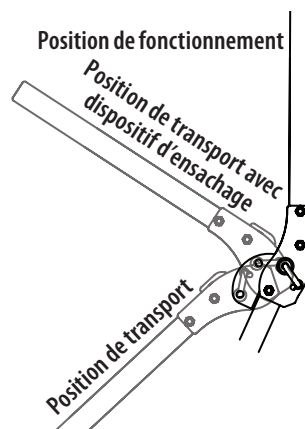

Figure 23
Reportez-vous à l'Figure 23 et les descriptions et utilisations suivantes pour les trois (3) positions de la SPCR.
2. Déplacez la SPCR dans la position souhaitée. Les trois positions sont la position TRANSPORT, la position TRANSPORT AVEC DISPOSITIF D'ENSACHAGE et la position FONCTIONNEMENT (Figure 23 à la page 94).
W. JAUGE(S) À ESSENCE (LE CAS ÉCHÉANT)